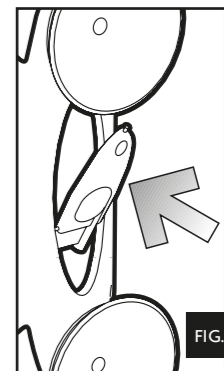

FIG. 5
- Remove the special device inserted in the suction cup support, just pulling it out of its location (fig. 5) or use a flat blade screwdriver.
- Enlever l'outillage spécial qui se trouve sur le support des ventouses (fig. 5) ou utiliser une tourne-vis.
c. haal het hulpmiddel uit de houder (afb. 5) of neem een schroevendraaier
c. Quite la herramienta especial que se encuentra sobre el soporte de las ventosas (fig. 5) o utilice un destornillador.